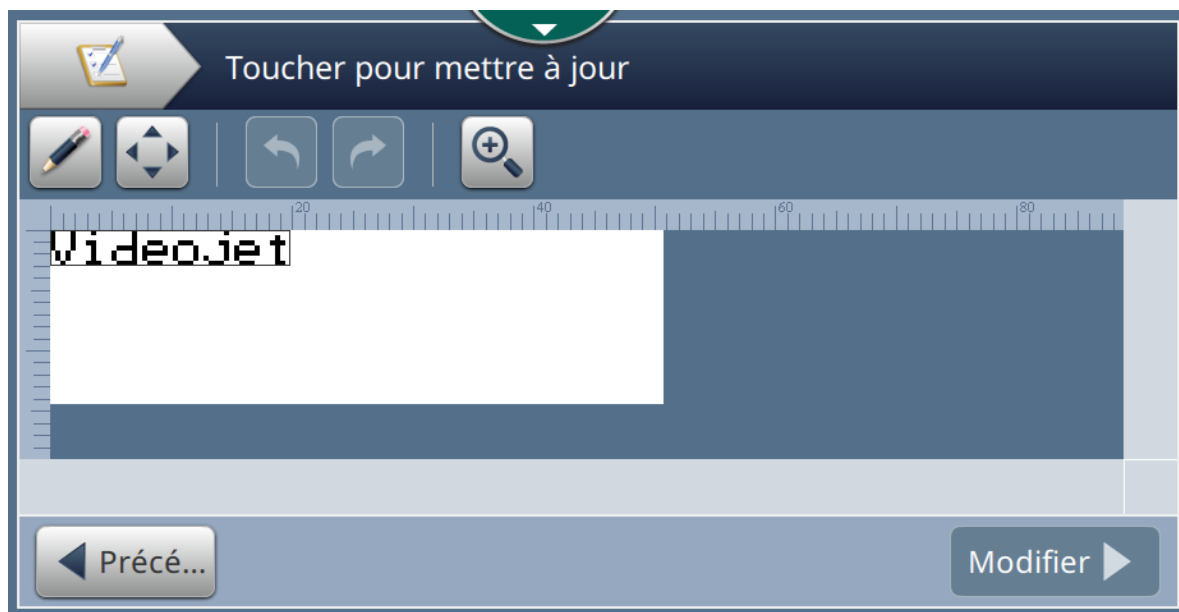

Figure 5-20 : Éditeur de tâches
3. Pour modifier un champ défini par l'utilisateur, appuyez sur celui-ci, puis sur le bouton  tel qu'illustré à la Figure 5-20.
5. Pour modifier l'emplacement du champ, appuyez sur celui-ci, puis sur le bouton  tel qu'illustré à la Figure 5-20.